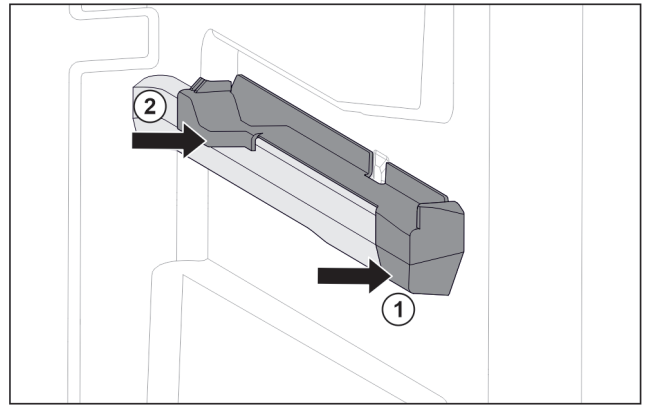

Fig. 102 Instekelement op rechter containerrib
- Instekelement voor tegen containerrib plaatsen. Fig. 102 (1)
- Instekelement achter aandrukken. Fig. 102 (2)